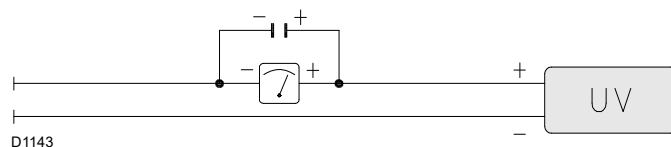

Fig. 44
7.2.4 Corrente elettrica alla sensore fiamma (Fig. 44)